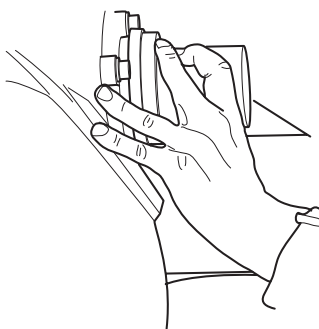

Figura 10
7. Instale el sello de salida del eje delantero-trasero. Sostenga la camisa y el sello únicamente sobre la superficie exterior. Coloque el sello dentro del instalador y alinéelo con la flecha de salida del eje delantero-trasero. No toque los labios de la superficie interior del sello. Use un martillo de impacto reducido y el instalador adecuado para colocar el sello sobre la flecha de salida. Figura 10.